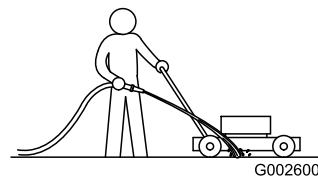

Figura 47
1. Con el motor en marcha sobre una superficie plana pavimentada, dirija un chorro de agua hacia delante de la rueda trasera **derecha** (Figura 47).